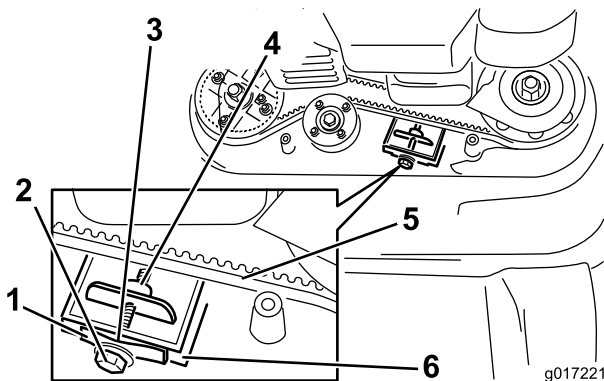

Figuur 35
1. Verwijder het deksel van het mesaandrijfsysteem (Figuur 35).